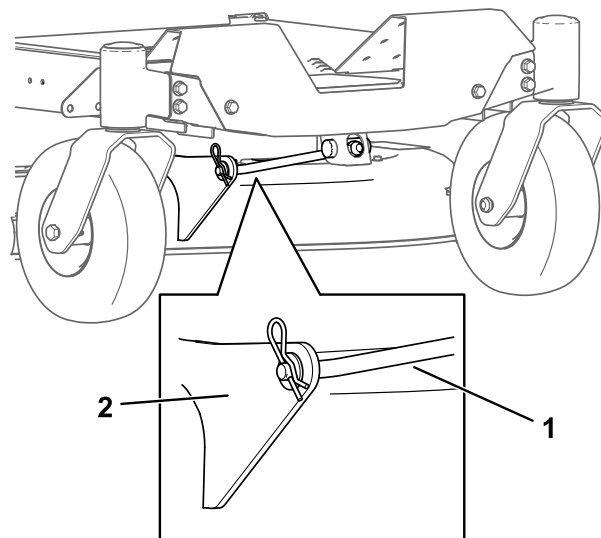

Figure 74
5. Retirez la goupille fendue de la tige de support avant et déposez la tige du support de plateau (Figure 74).
8. Fixez la tige de support avant au plateau de coupe à l'aide de l'axe de chape et de la goupille fendue (Figure 74).